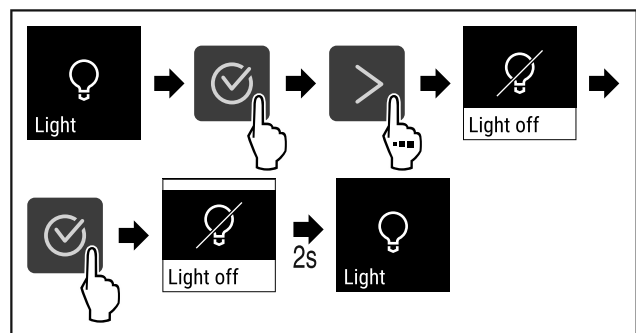

Fig. 64
▶ Végezze el a gyakorlati lépéseket (lásd Fig. 64).